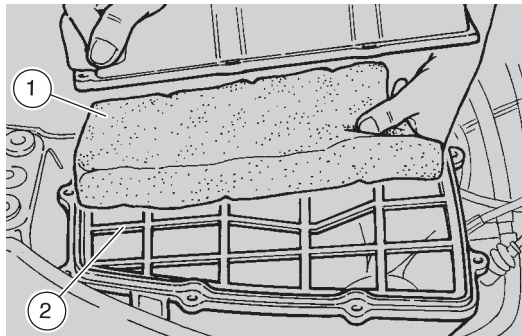

Abb. 41
- den Filtereinsatz (1-Abb. 41) und das Gitternetz (2-Abb. 41) herausziehen;